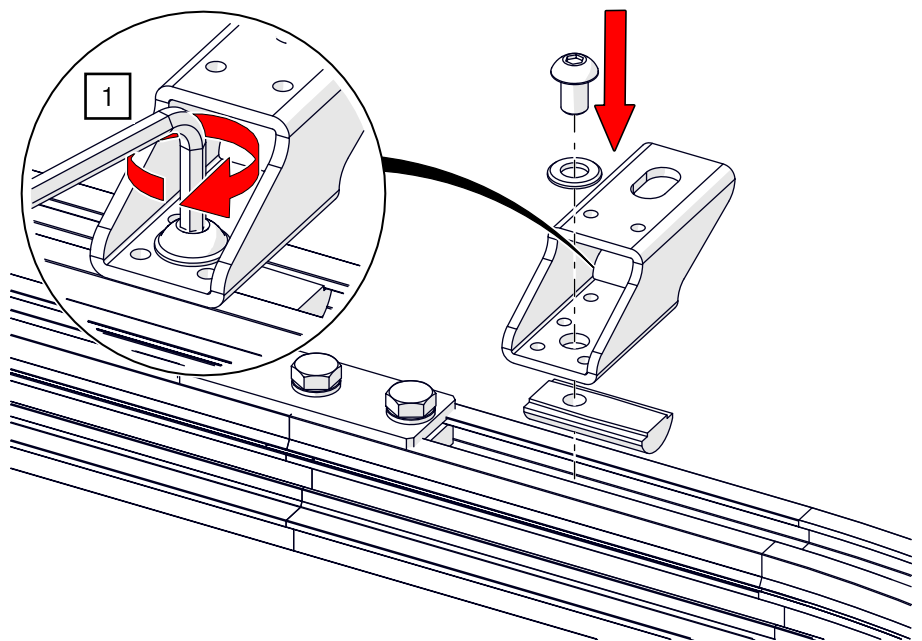

Abb. 51: Deckenmontage – Abhängung am Schienenprofil montieren
1. Legen Sie den Nutenstein lose in das Schienenprofil ein und montieren Sie die Abhängung an der Schiene mit einem ISK SW6 (siehe Abb. 51).